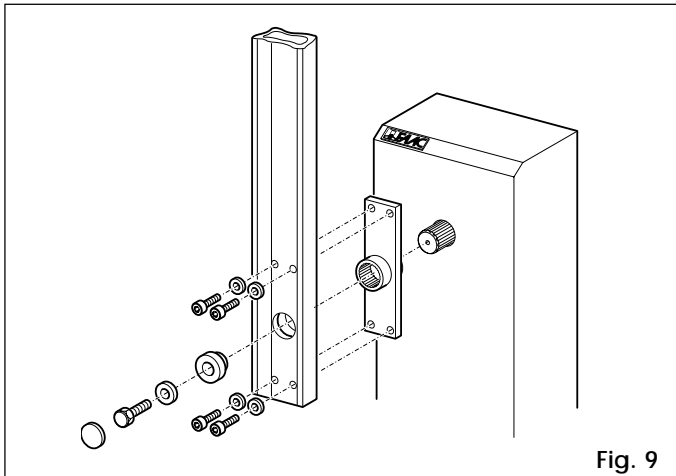
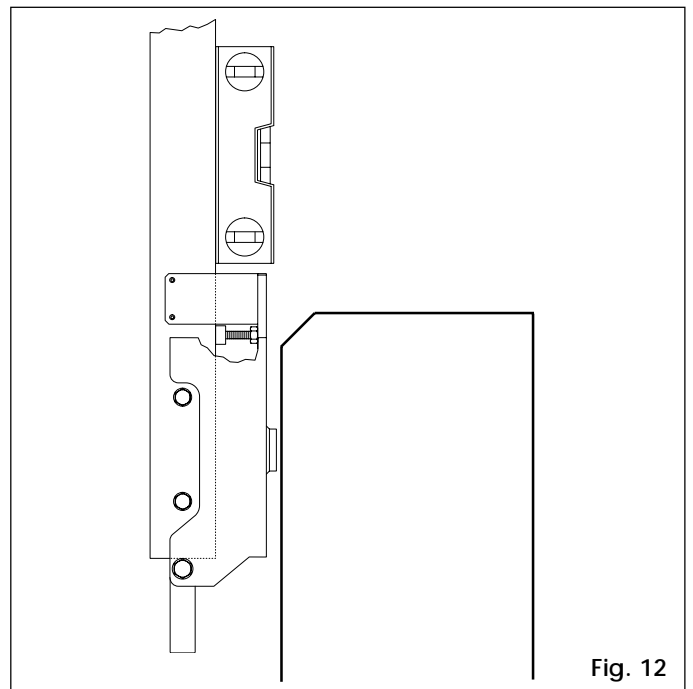
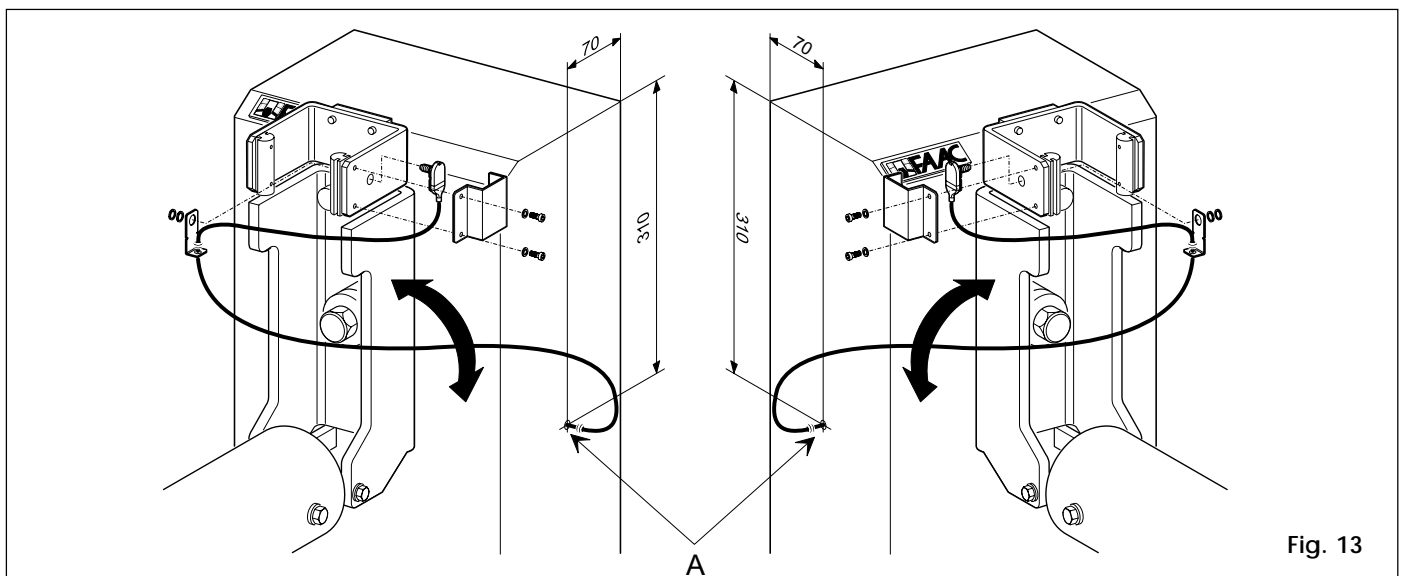

Fig. 9
Fig. 12
Fig. 13
- 3) **Extraer el tornillo de salida del aire como se indica en la Fig. 9, y guardarlo.**
- 4) Ensamblar el mástil utilizando la tornillería que se entrega de serie, como muestran las Fig. 9, 10 y 11. El mástil pivotante debe nivelarse como indica la Fig. 12. Para el montaje del sensor (bloqueo eléctrico de la barrera), consultar la Fig. 13. El perfil de goma del mástil rectangular debe quedar mirando hacia el lado de cierre.